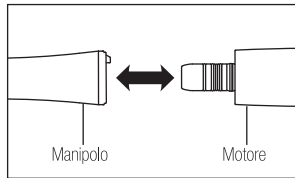

Fig. 2
- 1) Collegare il manipolo direttamente al motore. (Fig. 2) Per collegare un manipolo con luce, ruotare il manipolo fino a farlo bloccare in posizione con un click.